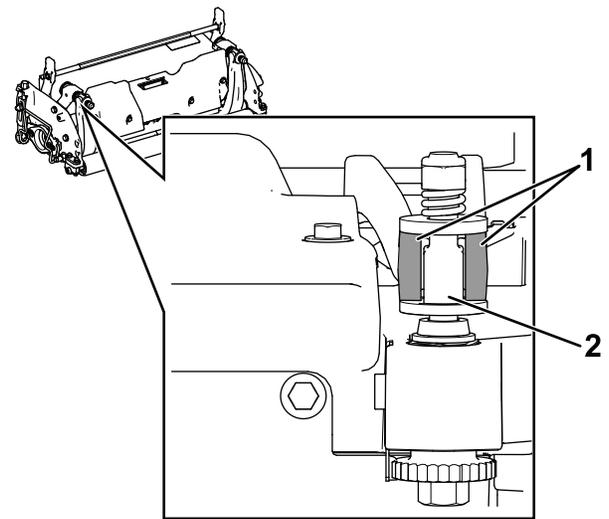

Figura 16
1. Instale la barra de asiento, colocando las pestañas de montaje entre las arandelas y el tornillo de ajuste de la barra de asiento (Figura 16).
Importante: Centre los mecanismos de ajuste DPA en las pestañas de la barra de asiento, como se muestra en la Figura 16.